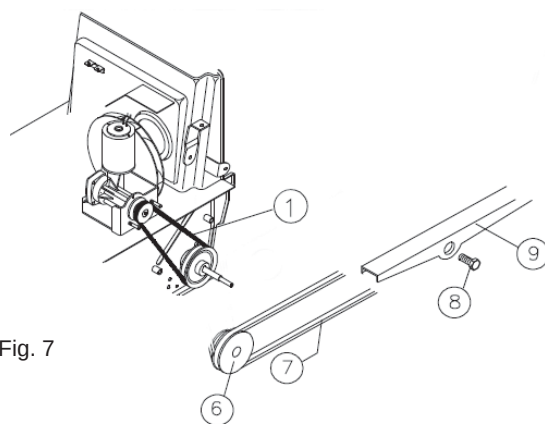

Fig. 7
- Fjern remmen i pos. 7, fig. 7 fra remskiven i pos. 6, fig. 7.
- Skru fastgørelsestappen af i pos. 8, fig. 7, og tag krogen af sidearmen i pos. 9, fig. 7, fra tandringen i neutralstilling.
- Fjern remmen i pos. 7 fra sidearmen i pos. 9, fig. 7.
- Sæt sidearmen i pos. 9, fig. 7 fast igen i tandringen i neutralstilling.
- Skru tappen fast igen i pos. 8, fig. 7.
- Sæt ringen i pos. 7, fig. 7, i remskiven igen i pos. 6, fig. 7.
- Fjern remmen i pos. 1, fig. 7.